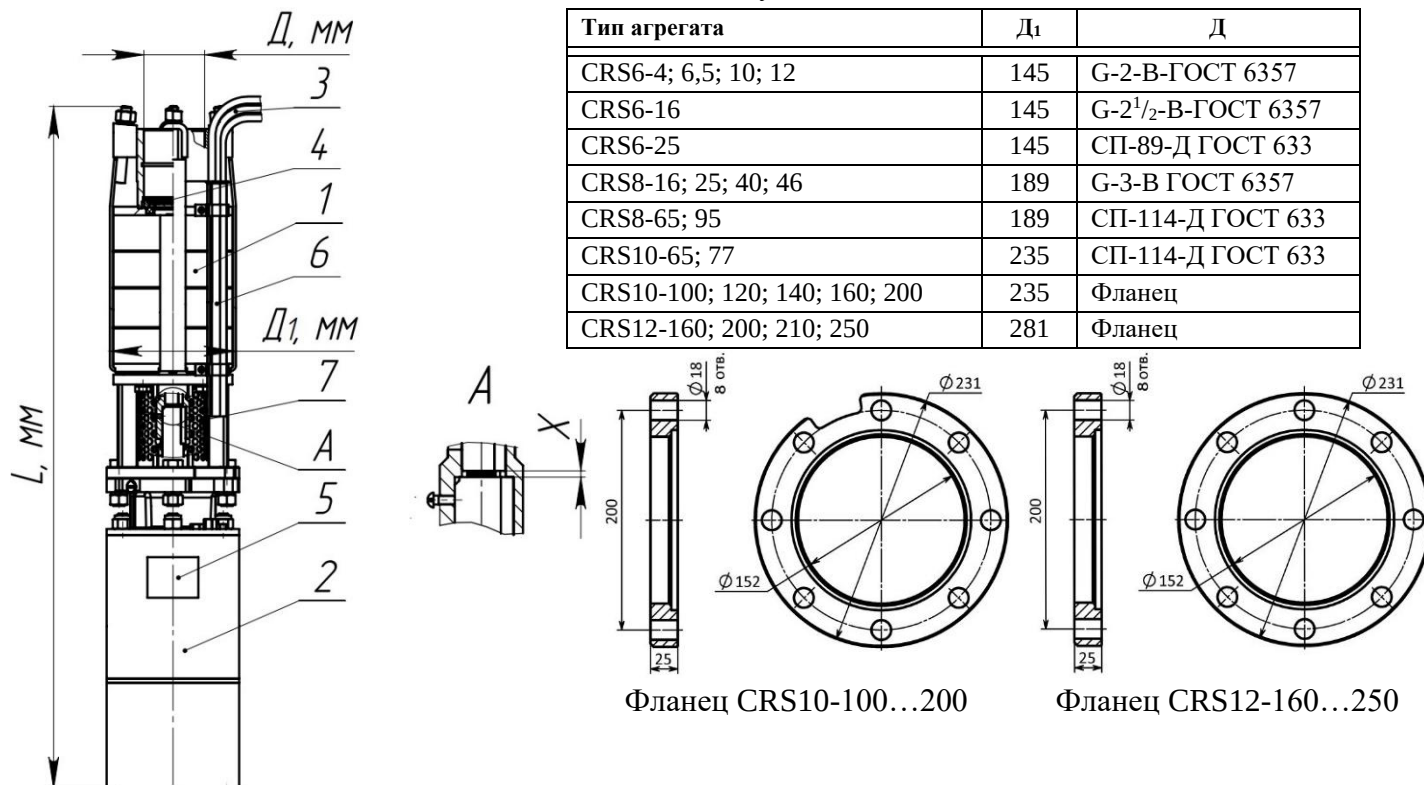

Рис. 1
Агрегат CRS (см. рис. 1) состоит из: насосной части поз. 1; электродвигателя поз. 2; проводов токоподводящих поз. 3; клапана поз. 4; таблички поз. 5; кожуха защитного поз. 6; сетки защитной поз. 7.
5.3.2 Водоподъемную трубу с муфтой вернуть в патрубок агрегата до отказа (см. рис. 1). По просьбе заказчика за отдельную плату могут поставляться переходные втулки (резьбовые), а также переходники с резьбы на фланец (см. сайт изготовителя в разделе «Дополнительное оборудование»).